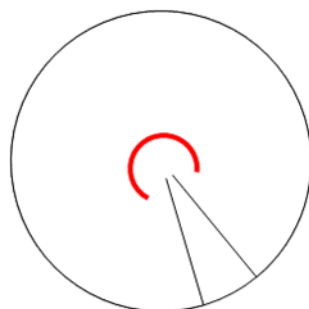

Figura 7
- Trace una curva pequeña alrededor del centro (figura 7) con la tinta que asignó el profesor.